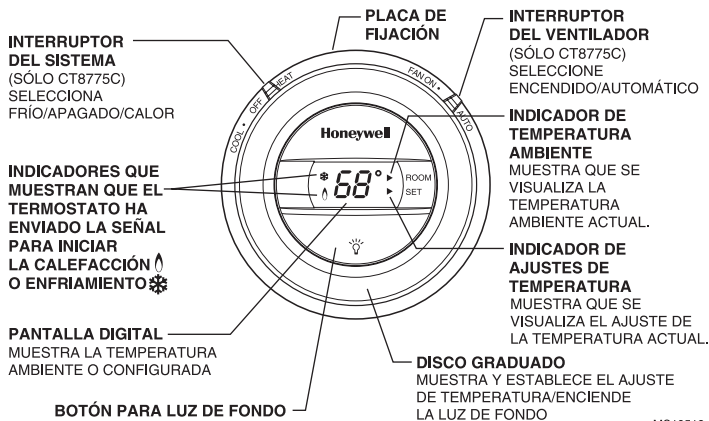

Figura. 5. Termostato CT8775 (características y operación).
Interruptor del sistema (vea la Figura 5)
Interruptor del ventilador (vea la Figura 5)
- ❑ La luz de fondo se puede activar girando el disco graduado o presionando el botón de luz de fondo (vea la Figura 5).